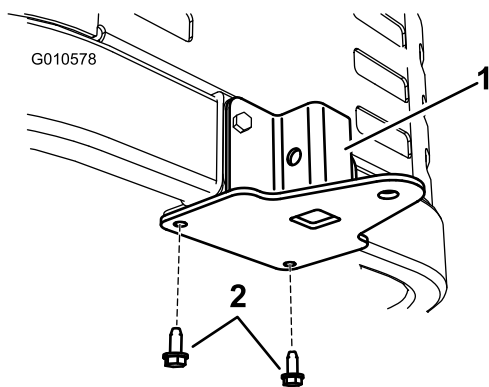

Figura 4
2. Assicurate la staffa di supporto alla parte inferiore del telaio della macchina con due vite autofilettanti (5/16 x 3/4 pollice), montate da sotto come illustrato nella Figura 4.